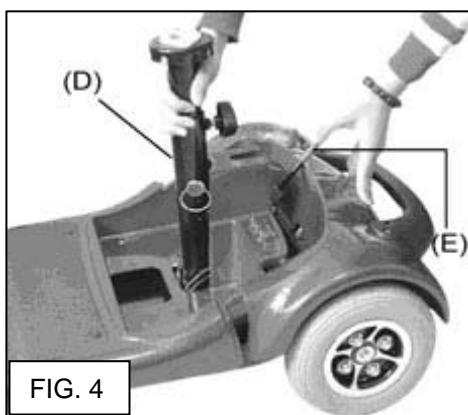

FIG. 4
Sujete el Poste del Asiento (D) y presione la Palanca de Liberación (E) hacia atrás para desbloquear las baterías. (Vea Fig. 4)